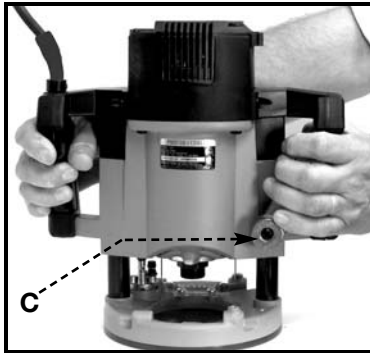
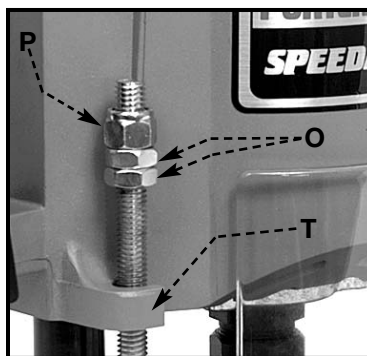

Fig. 4
Fig. 8
2. Suelte el mecanismo de movimiento vertical al tirar (jalar) la palanca cerradora (C) Fig. 4, a la izquierda. Baje el mecanismo hasta que la broca apenas toque la superficie del trabajo. Suelte la palanca y empújela a la derecha para cerrar el mecanismo en esta posición.
6. Para algunas aplicaciones, puede ser deseable limitar el movimiento vertical del mecanismo. Esto se puede hacer al: (1) Mover la palanca cerradora (C) Fig. 4 hacia la izquierda, para soltar el mecanismo de movimiento vertical, y mover el motor hasta el punto deseado; (2) Soltar y empujar la palanca a la derecha para cerrar el mecanismo en esta posición; (3) Usando dos llaves de boca de 9/16" (no están provistas), atornillar las tuercas de límite (O) Fig. 8, contra la parte superior del lomo (T) Fig. 8, de la caja del motor y apretar las tuercas una contra la otra para fijarlas.
NO INTENTE aumentar la distancia del movimiento vertical con reajustar la tuerca de tope (P) Fig. 8. Aumentando la distancia a más de 3" puede causar que el mecanismo se atore.